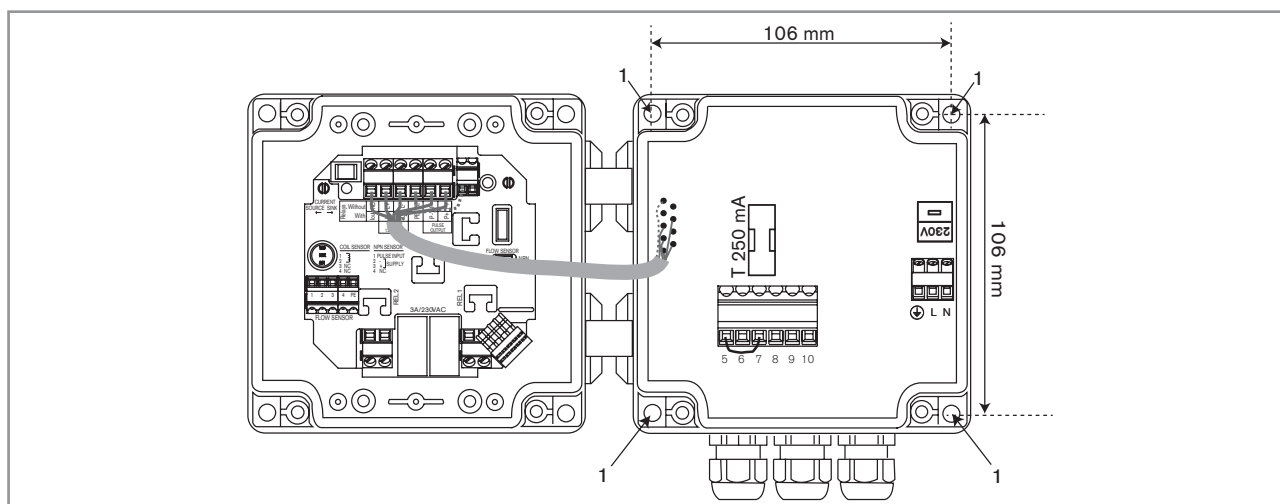

Bild 13: Installation eines Geräts in Wandmontage-Ausführung
- Das Gehäuse an den Träger befestigen, dabei die in Bild 13 angegebenen Maße einhalten.